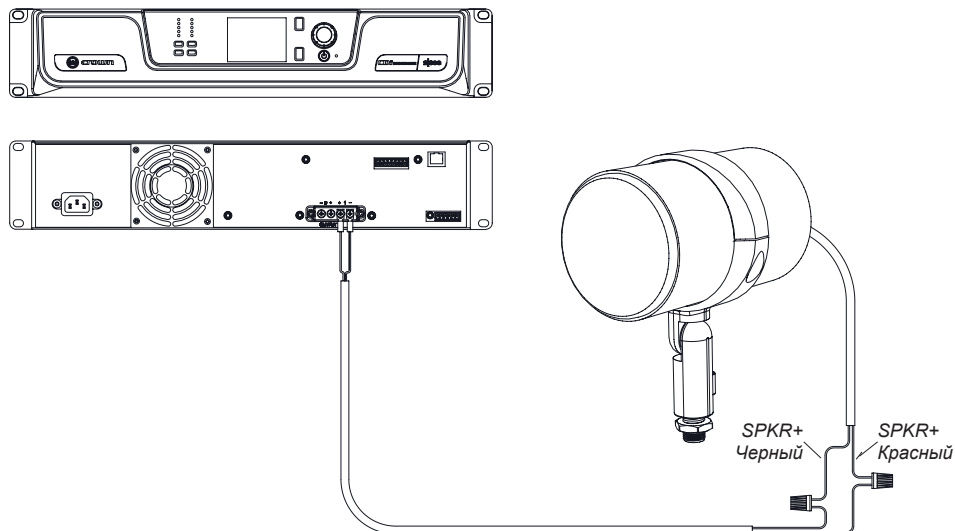

Рисунок 21
2. Подключите красный входящий гибкий провод динамика (+) к проводу (+) от выхода усилителя динамика, а черный входящий гибкий провод динамика (-) к проводу (-) от усилителя (см. рисунок 21). Воспользуйтесь обжимными соединителями или соединительными изолирующими зажимами для надежного подключения. Для повышенной надежности выполните подключение внутри подземной водонепроницаемой электрической распределительной коробки IP65.